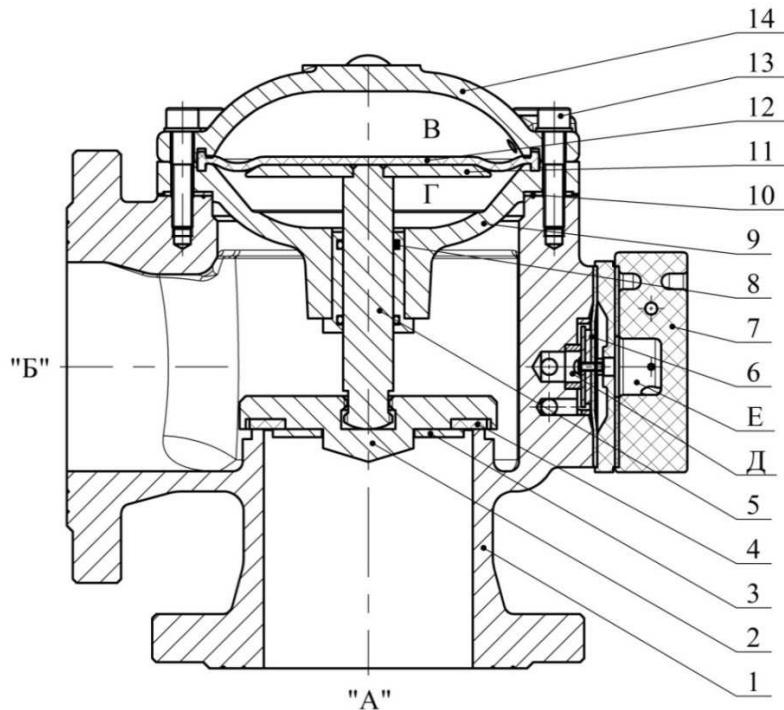
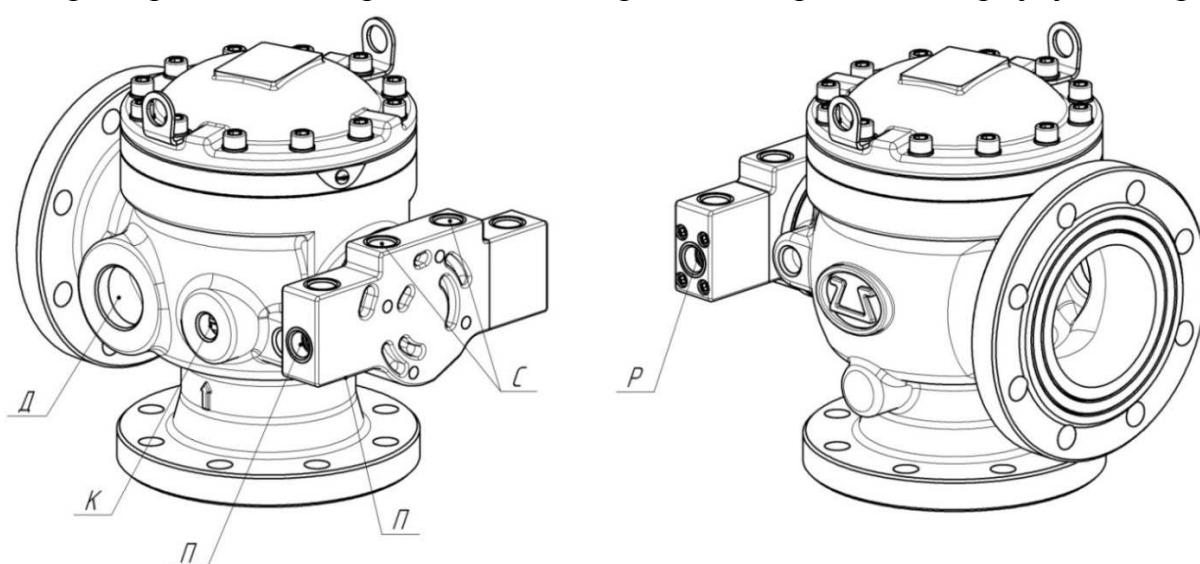

Рисунок 1 - Клапан мембранный универсальный КСД типа КМУ
Рисунок 2 - Клапан мембранный универсальный КСД типа КМУ. Общий вид
5.2 Клапан (рисунок 1; приложение В) состоит из корпуса 1 с входным "А" и выходным "Б" отверстиями, модуля 7, крышки 14, перегородки 9, соединенных с корпусом винтами 13. Между крышкой 14 и перегородкой 9 установлена мембрана 12, разделяющая рабочую камеру клапана на две полости В и Г и опирающаяся на опорный диск 11, закрепленный на штоке 5, который жестко связан с самоустанавливающимся затвором клапана, состоящим из клапана 2 и прокладки 4, закрепленной при помощи диска 3. В корпусе 1 выполнена посадочная поверхность (седло), предназначенная для герметичного разделения полостей А и Б при закрытом затворе клапана. Герметичное соединение корпуса 1 и перегородки 9 обеспечивается прокладкой 10, а штока 5 и перегородки 9 – уплотнительным кольцом 8. Корпус 1 и модуль 7 образуют побудительную камеру, разделенную мембраной 6 на две полости Д и Е. Полость В клапана связана каналом с полостью Д и рабочим отверстием "Р" (рисунок 2), предназначенным для подключения к ра-
5.11 Клапан обратный (КО1) находится внутри модуля 7 (рисунок 1) и препятствует сбросу давления в рабочей камере клапана при уменьшении давления в подводящем трубопроводе.
- открутить винты 13 (рисунок 1), снять крышку 14;